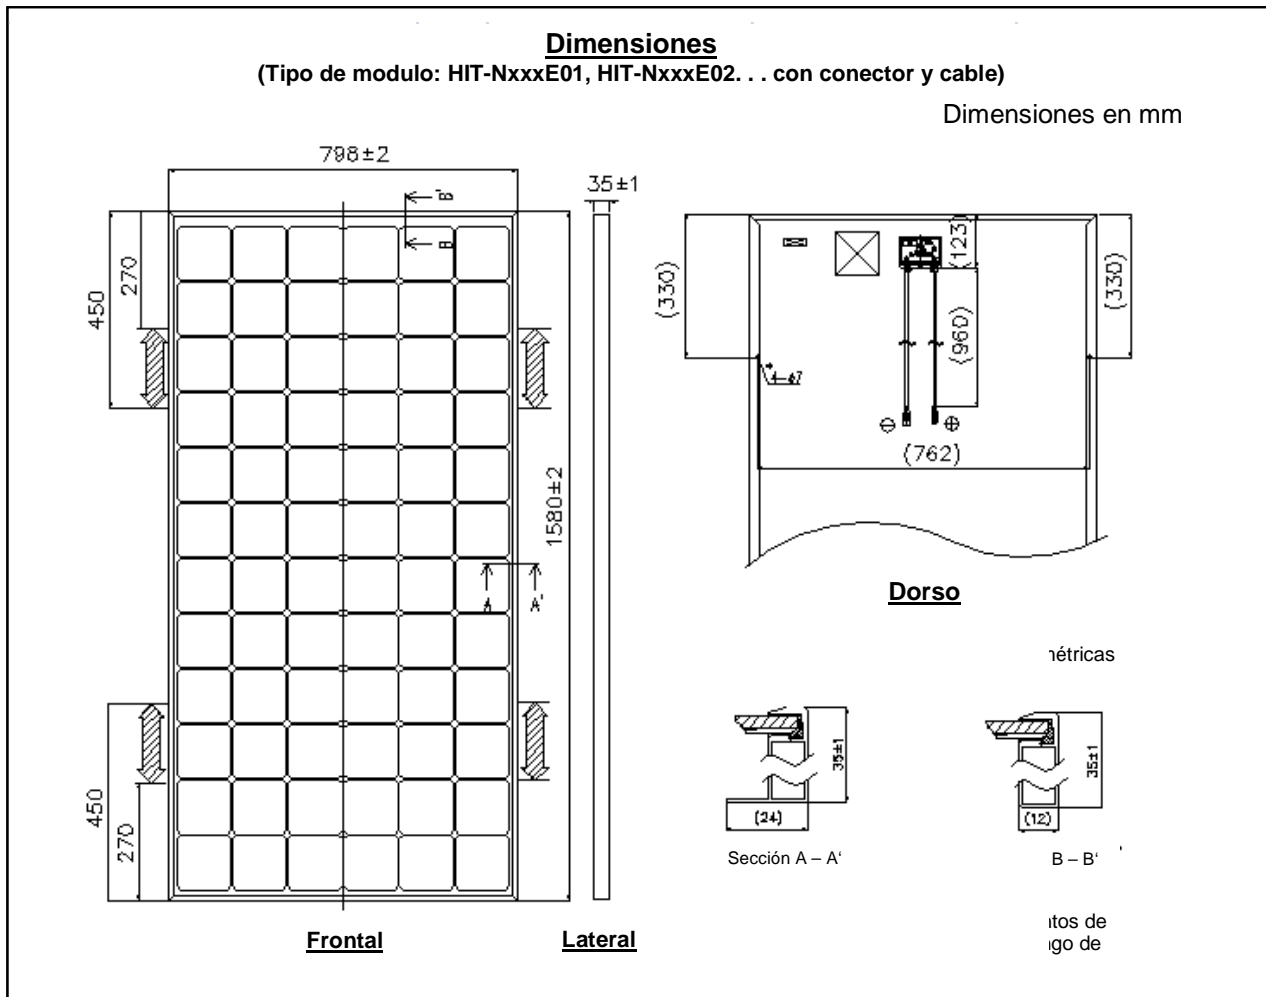

Figura 2-1: Dimensiones
- Los módulos deben montarse en los cuatro (4) puntos tal como se muestra en la figura 2-1. No obstante, puede elegir los rangos de montaje opcionales (con limitación de envergadura de